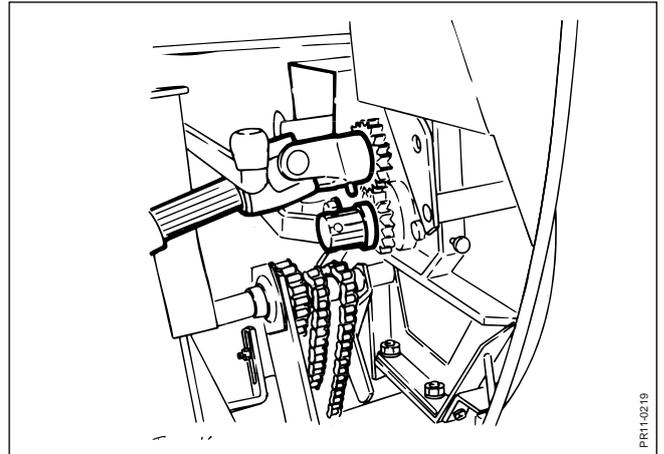

Fig. 4.13
- Fig. 4.13** 3. Mettre la commande du rotor pour rotation en marche arrière